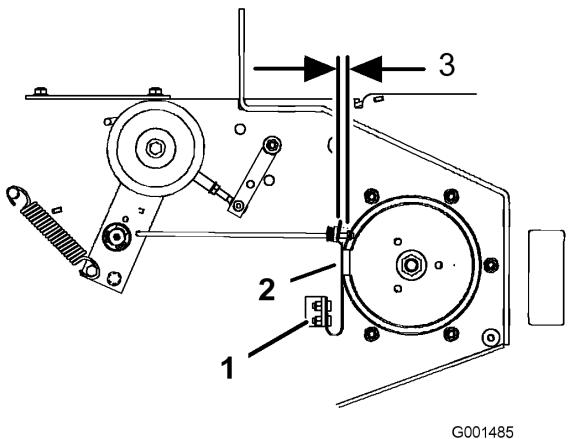

Figure 63
3. Le cas échéant, ajustez les boulons de fixation de ressort de sorte que la plaque de frein de lame frotte contre les deux côtés de la gorge de la poulie (Figure 63).
4. Ajustez l'écrou à l'extrémité de la tige de frein jusqu'à ce que l'écrou et l'entretoise soient espacés de 3 à 5 mm (1/8 à 3/16") (Figure 63).